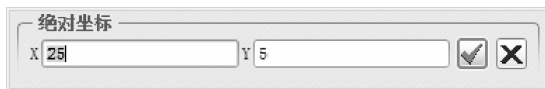

图 10-38 输入绝对坐标
- (4) 在【插入】选项组中单击【线】按钮，在【控制】选项组中单击【绝对坐标】按钮，弹出【绝对坐标】对话框，在其中输入坐标值 X (25)，Y (5)，如图 10-38 所示，按〈Enter〉确认第 1 点。